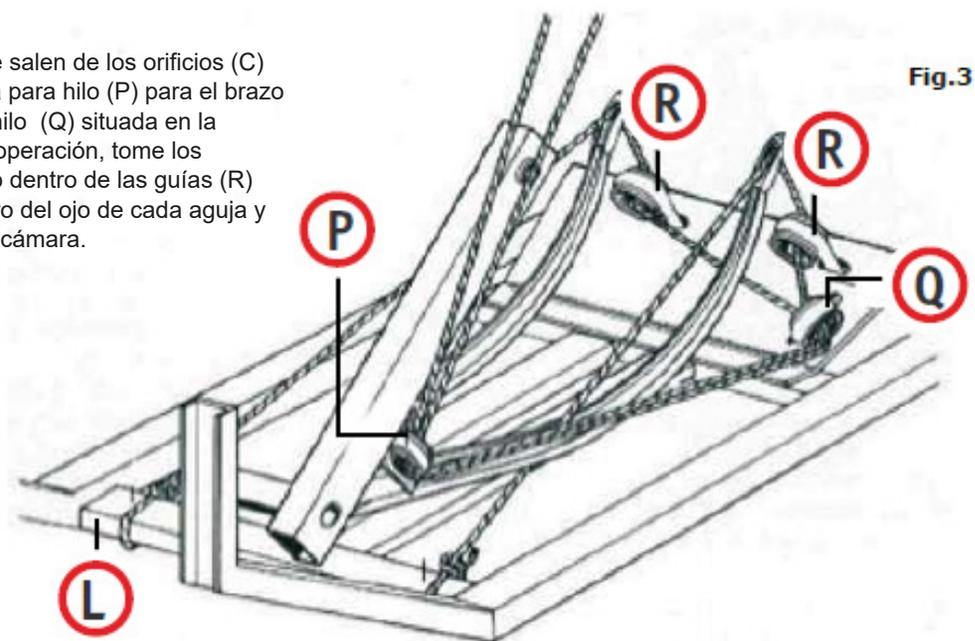

Fig.3
4. COMO SE SUGIERE EN LA FIG. 3:
Gire el disco en forma de estrella (C) manualmente hasta que la palanca del anudador se suelte (G). Gire el volante manualmente en sentido contrario a las manecillas del reloj para presionar las agujas hacia arriba para que el anudador agarre hilos y entonces siga girando hasta que las agujas se detengan. En este punto, suelte los hilos de la barra transversal inferior (L) (Fig. 3). La máquina está lista para empacar.